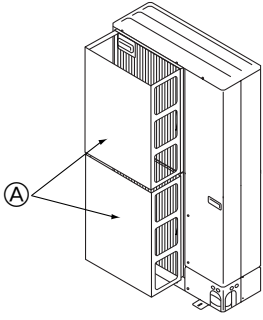

Fig. 2-15
① Ünite, tayfun ve başka nedenlerden oluşan güçlü rüzgarların doğrudan hava çıkışına girebileceği bir yere monte edilmişse, isteğe bağlı olarak sağlanan bir hava kılavuzu monte edin. (Fig. 2-15)